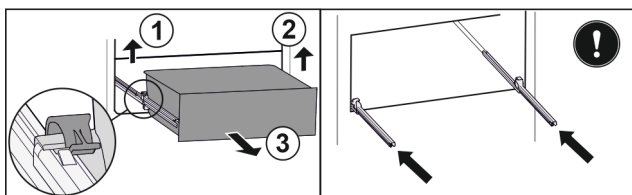

Fig. 34
- ▶ Nadvihnite ľavú svorku a súčasne ťahajte zásuvku vľavo dopredu. Fig. 34 (1)
- ▶ Nadvihnite pravú svorku a súčasne ťahajte zásuvku vpravo dopredu. Fig. 34 (2)
- ▶ Odoberte zásuvku dopredu. Fig. 34 (3)